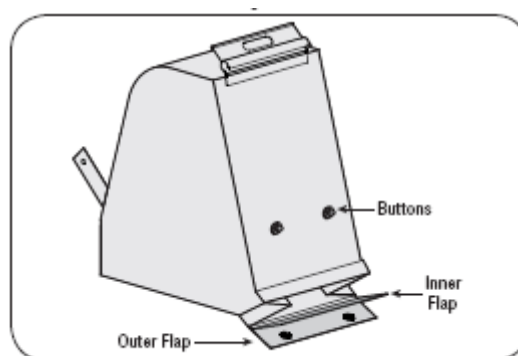

Figure 13
7. Установите наружный зажим поверх внутреннего, и вставьте кнопки в соответствующие отверстия в мешке. Смотри рисунок 13.